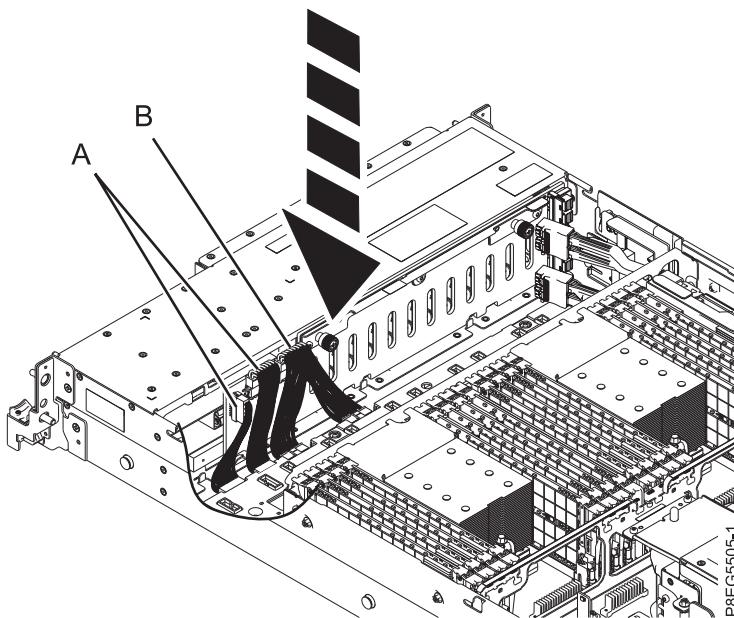

Figure 7. Reconnexion du cordon d'interface, du câble du panneau de commande et du câble d'alimentation
5. Reconnectez le cordon d'interface et le câble du panneau de commande (A), ainsi que le câble en Y d'alimentation (B) au fond de panier d'unité de disque, comme indiqué dans la figure 7.